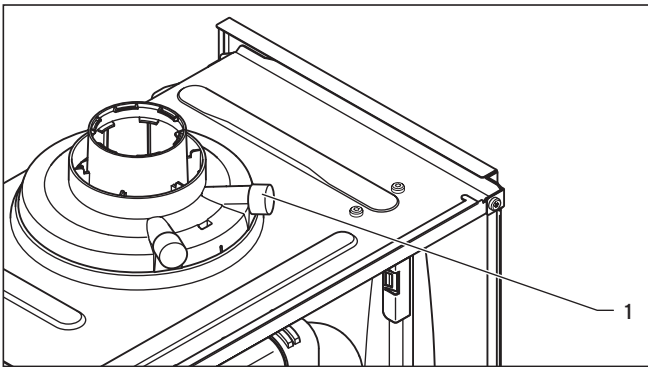

Bild 2.3 Mäta CO₂-innehåll vid avgasmätstusen
- Mät CO₂-innehåll vid avgasmätstusen **(1, bild 2.3)**.